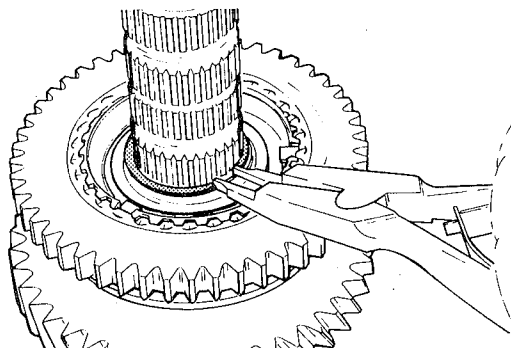

fig. 76
7. Retirar o anel-trava do sincronizador da 1a. e 2a., e remover o sincronizador, juntamente com a engrenagem da 1a. (fig. 76)